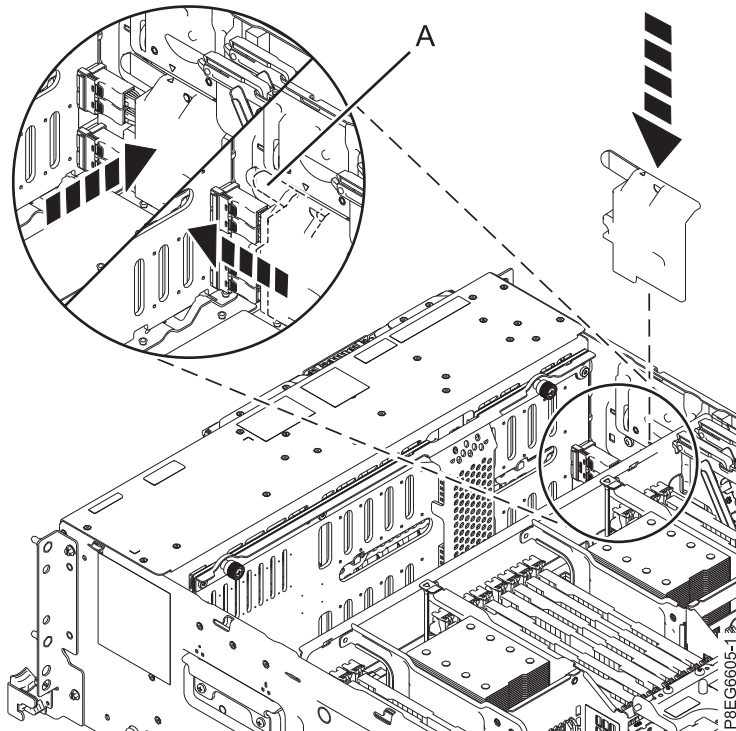

図 9. SAS ケーブル・カバーの再取り付け
8. SAS ケーブル・カバーを再取り付けします。ケーブル・カバーを再取り付けする前に、ケーブルをシャーシの側面に寄せて配置します。カバーのスロットを、シャーシ側面のピンの上に置きます。カバーのスロットとピンが正しく位置合わせされると、SAS ケーブル・カバー上の三角形の記号がシャーシの側面にある三角形の記号とぴったり合います。カバーを、止め金が掛かるまで、システム前面方向に押します。 10 ページの図 9 を参照してください。